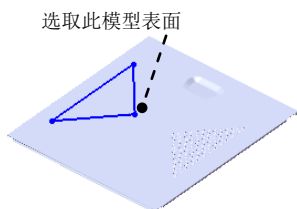

图 17.12.47 草图 2 及草图平面
Step17. 创建图 17.12.47 所示的草图 2。选取图 17.12.47 所示的模型表面作为草图平面，绘制图 17.12.48 所示的横断面草图。